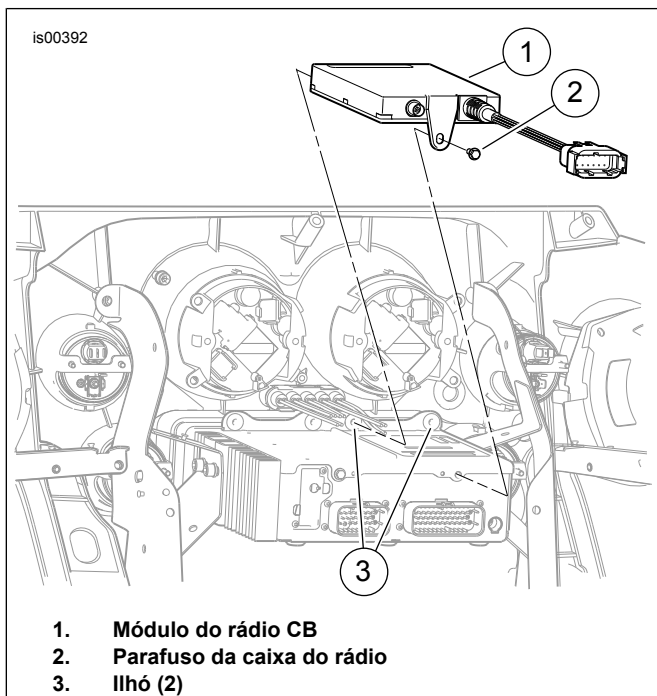

Figura 1. Instalação do módulo do rádio CB
3. Veja Figura 1. Localize o módulo de rádio CB (1) na parte superior da caixa do rádio AM/FM:
- a. Remova o parafuso (2) na parte traseira do rádio.
- b. Posicione o módulo do rádio CB na parte superior do rádio AM/FM, com os cones metálicos em uma extremidade do módulo assentando com firmeza nos anéis isolantes (3) de borracha mais à direita na parte dianteira do rádio.
- c. Fixe o módulo no rádio com o parafuso da caixa do rádio (2). Aperte com torque de 4,0 a 5,1 N·m (35 a 45 lb·pol.).